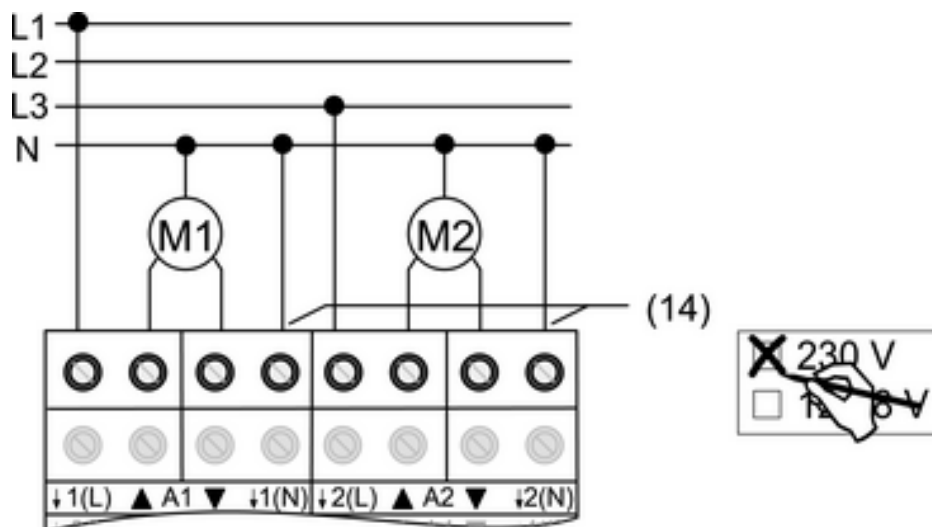

Figura 7
- Collegare il motore (figura 7).
- Collegare ai morsetti del conduttore N (14) il conduttore N di ciascun motore (figura 7). Prestare attenzione al cablaggio RCD.
- Indicare sull'etichetta l'impiego **230 V**(figura 7).